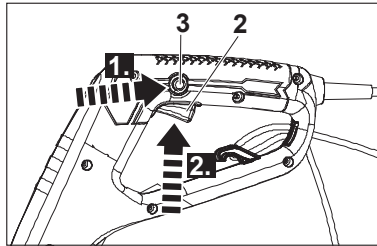

Fig. 9
1. Mantenga pulsado el botón de bloqueo-apagado (3) en posición (Fig. 9, paso 1).
2. Presione el interruptor de encendido/apagado (2) para accionar el producto (Fig. 9, paso 2) y, a continuación, suelte el interruptor de bloqueo-apagado (3).
3. Suelte el interruptor de encendido/apagado (2) para apagar el producto.